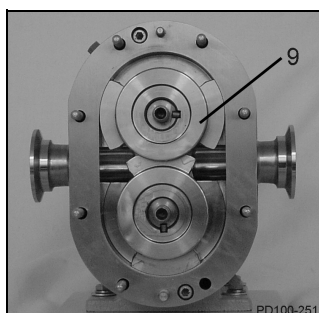

Figura 36 - Retire primero el rotor solapado
1. Usando solo las manos, retire el rotor con el buje superpuesto al ala del otro rotor ((Figura 36, artículo 9).